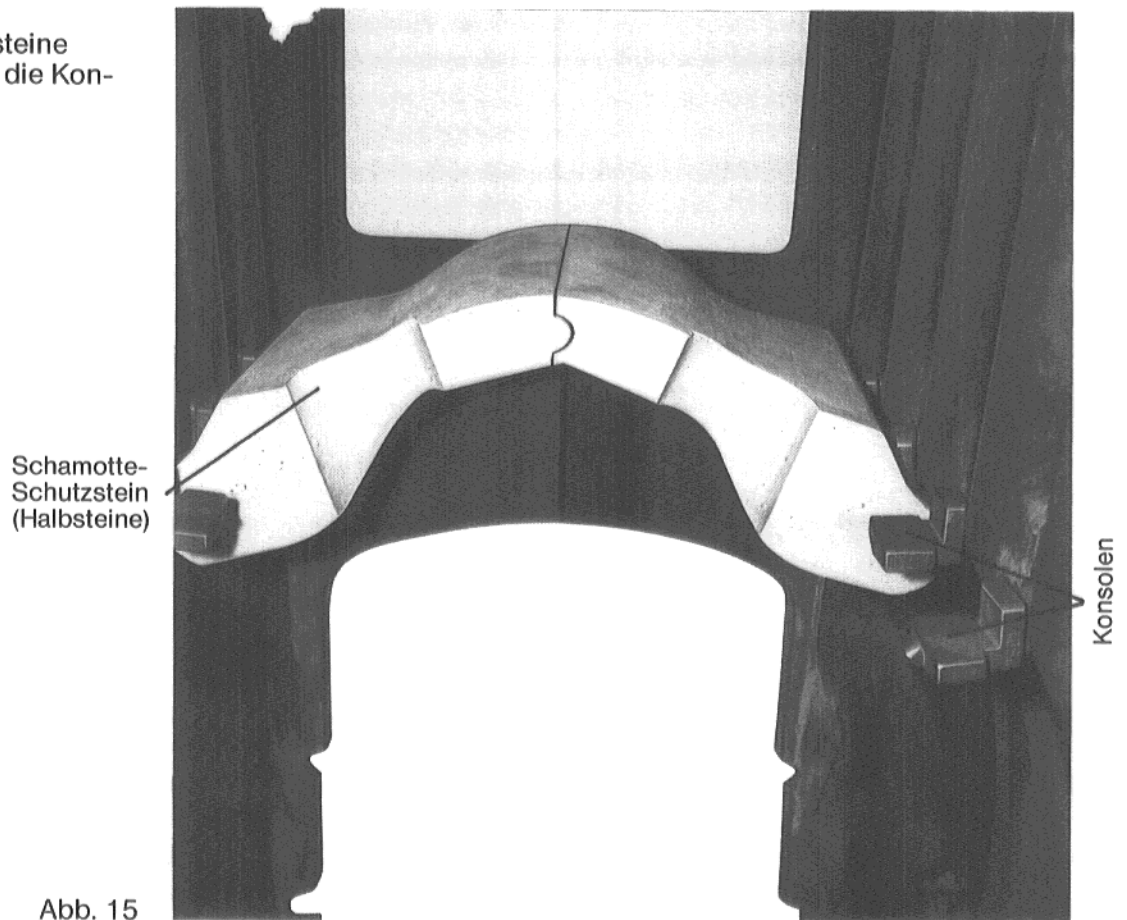

Abb. 15
6.1 Konsolen einhängen (Abb. 15).
6.2 Schamotte-Schutzsteine (Gewölbehalbsteine) auf die Konsolen hängen (Abb. 15).